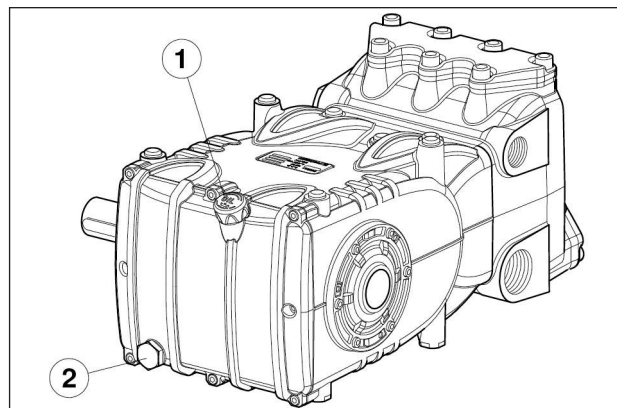

Fig. 3
Controlar el nivel de aceite y si es necesario restablecerlo utilizando la varilla del nivel de aceite pos. ①, Fig. 3. El control correcto del nivel de aceite se realiza con la bomba a temperatura ambiente, el cambio de aceite va realizado con la bomba a temperatura de funcionamiento retirando: la varilla de nivel de aceite pos. ①, y, a continuación, el tapón pos. ②, Fig. 3. El control del aceite y el cambio se han de realizar como se indica en la tabla del capítulo 11.
Introducir una sonda de temperatura en el tapón de descarga del aceite pos. (2) fig.3. Consultar el manual "PROTECCIÓN ANTIDFLAGRANTE ATEX".